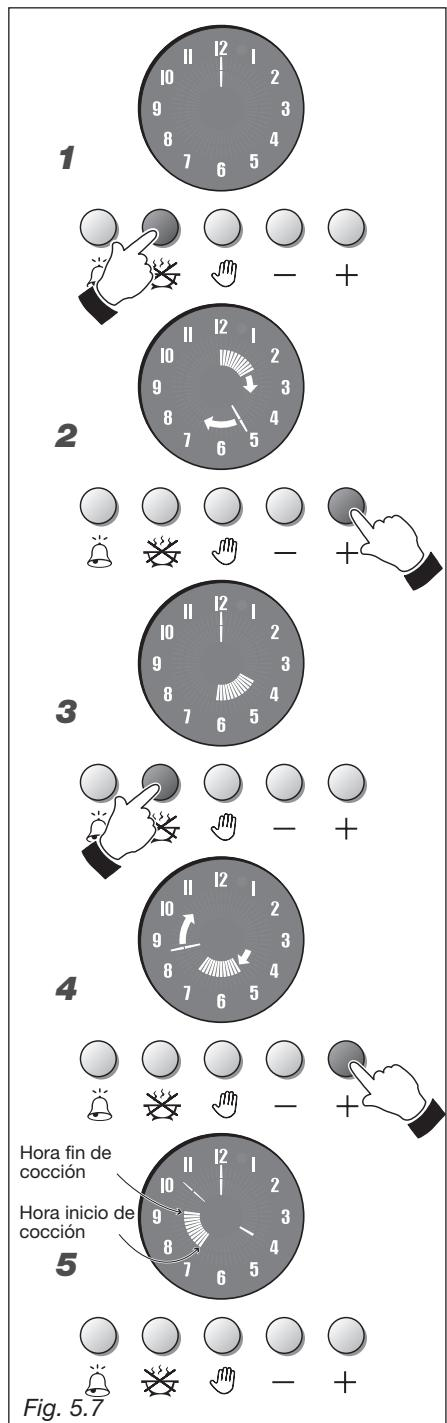

Fig. 5.7
COCCIÓN AUTOMÁTICA (fig. 5.7)
1. Fig. 5.7 - Para establecer el tiempo de cocción (máx 12 horas) presione el botón , se apagan las agujas del reloj y se ilumina la aguja en las 12.
2. Fig. 5.7 - Dentro de 7 segundos presione el botón y una aguja luminosa (como la de los minutos y segundos) se activará. Cada segmento de aumento indica un minuto. Además cada aumento de 12 minutos ilumina un segmento interno (5 segmentos equivalen a una hora). Si ha pasado el tiempo deseado, presione el botón hasta realizar el ajuste.
3. Fig. 5.7 - Dentro de 7 segundos presione otra vez el botón ; los segmentos internos se fijarán en la hora corriente.
4. Fig. 5.7 - Presione dentro de 7 segundos el botón hasta desplazar los segmentos iluminados a la hora en que desea realizar la cocción. Si ha pasado el tiempo deseado, presione el botón hasta realizar el ajuste.
5. Fig. 5.7 - Despues de 7 segundos, se visualizan nuevamente las agujas del reloj y los segmentos iluminados indican el periodo de cocción.